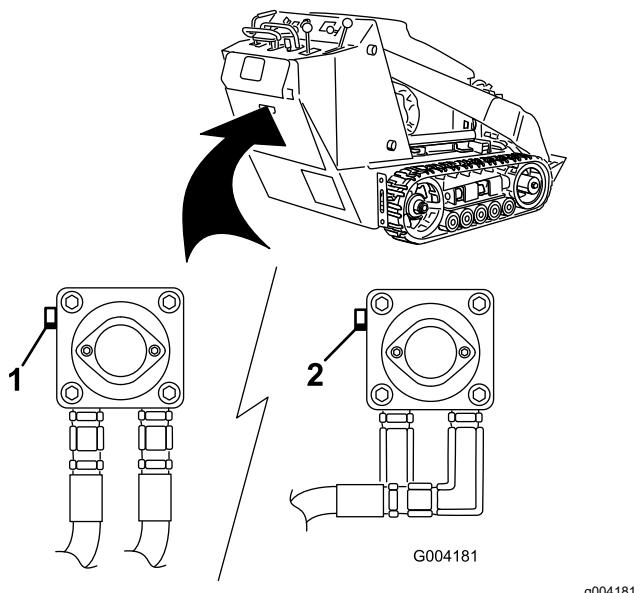

Bild 17
3. Drehen Sie die Schleppventile auf der Hydraulikölspülung mit einem Schraubenschlüssel zweimal nach links (Bild 17).